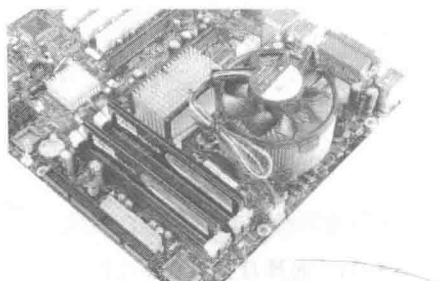

图 1-14 双内存安装完毕
(3) 如果需要安装第二个内存时,操作同上,但要注意第二个内存要安装在与第一个内存相同颜色的内存插槽上,以便打开双通道功能提高系统性能,如图 1-14 所示。